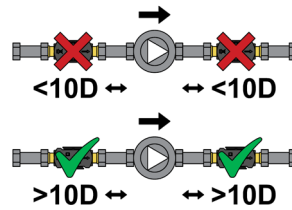

Fig.3
3. No colocar el caudalímetro inmediatamente antes o después de una bomba de circulación (Fig.3);